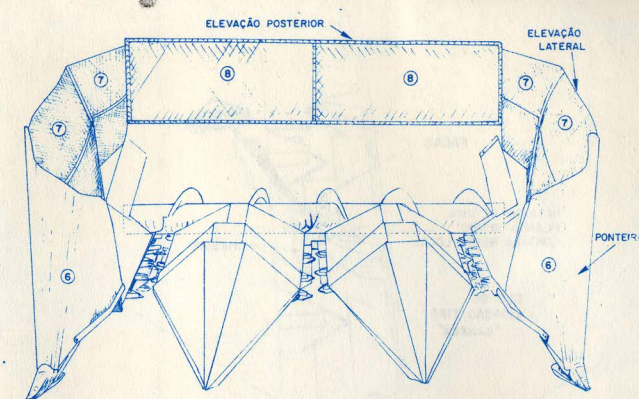

Fig. 3: Representação das ponteiros com formato arredondado (6), das elevações laterais (7) e da parte posterior (8) da plataforma.
- ▶ adaptar ponteiros com formato arredondado (6) e colocar elevações nas laterais (7) e na parte posterior (8) da plataforma (Fig. 3).